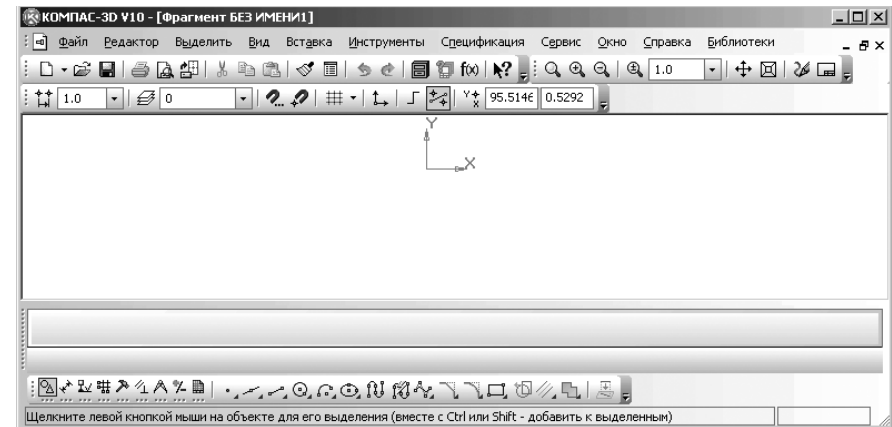

Рис. 1.46. Окно (документ) **Фрагмент** с именем по умолчанию
- щелкните в диалоговом окне **Новый документ** на вкладке **Новые документы** по пункту **Фрагмент**. Появится главное окно системы, настроенное на режим работы с фрагментами. Появится окно (документ) с именем по умолчанию (рис. 1.46).